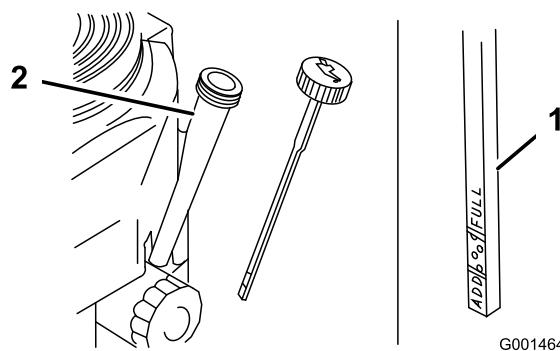

Figura 16
3. Limpie alrededor de la varilla de aceite (Figura 16).
4. Retire la varilla de aceite y límpie el extremo (Figura 16).
5. Introduzca la varilla a fondo en el tubo de la varilla sin enroscarla en el cuello de llenado (Figura 16).
6. Retire la varilla y observe el extremo. El nivel de aceite debe estar entre las marcas Add (Añadir) y Full (Lleno) (Figura 16).